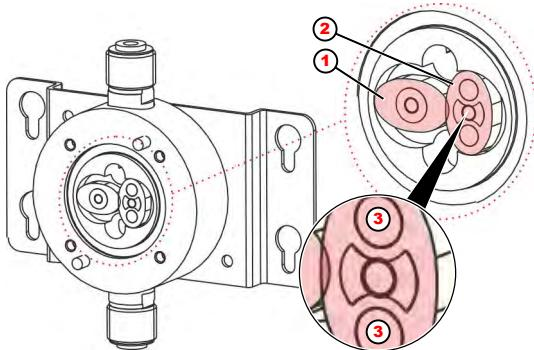

Abb. 22: Ovalradzähler
Die Ovalräder müssen so eingesetzt werden, dass sie genau 90° zueinander versetzt sind (Abb. 22, Pos. 1 + Pos. 2).
1. → Ovalräder nach Reinigung / Austausch 90° versetzt zueinander einbauen (Abb. 22, Pos. 1 + Pos. 2).
Das Ovalrad mit den eingeschweißten Magneten (Abb. 22, Pos. 2) muss unter dem Sensor im Deckel positioniert sein.